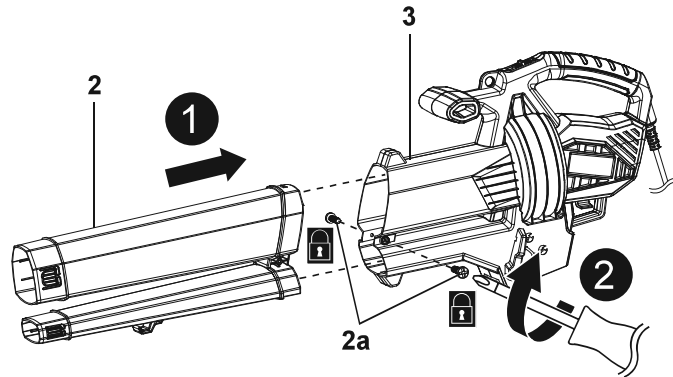

Fig. 1
1. Alinhe os tubos superiores de aspiração/sopro (2) com a unidade principal (3) e insira-os completamente até ao batente. Mantenha-os nos respetivos lugares e, em seguida, fixe a ligação com os dois parafusos (2a) utilizando uma chave SL adequada (não fornecida) (Fig. 1, passos 1, 2).